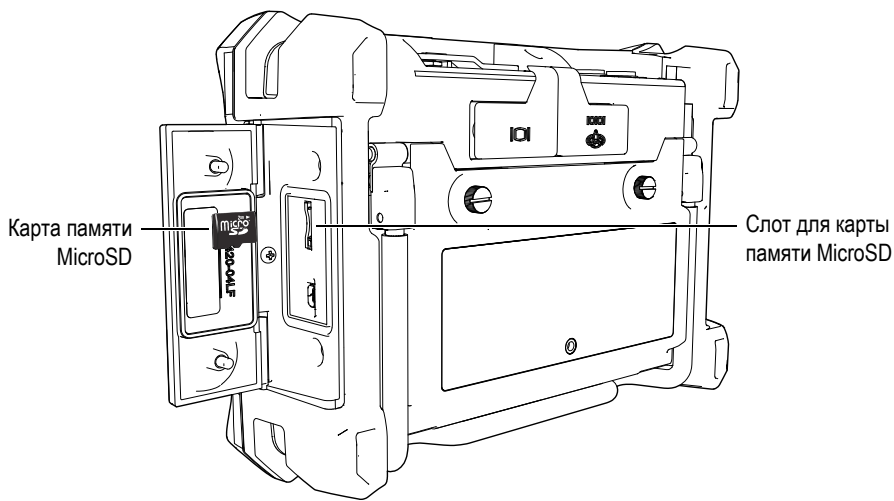

Рис. 6-23 Расположение карты памяти MicroSD
1. Убедитесь, что карта памяти MicroSD вставлена в BondMaster 600 (см. Рис. 6-23 на стр. 159).